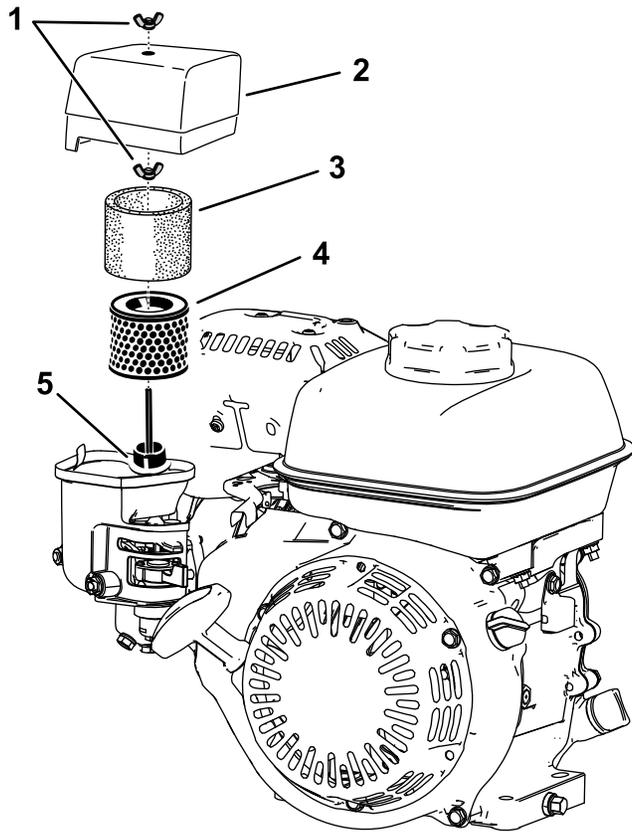

図 31
2. エアクリーナカバーを固定している蝶ナットを外す 図 31。